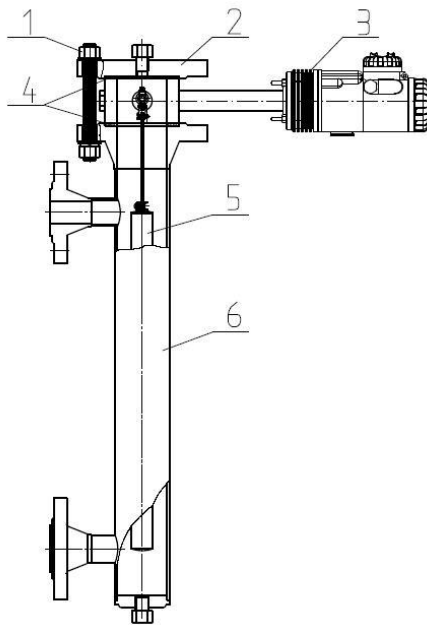

图 1 产品结构
2.1 产品主要结构-图 1
6.2.1 安装测量室时，外筒侧法兰轴线必须垂直于水平面（图 5），如果 ZTD 智能浮筒发讯器与其余零件是分体包装的，则按图 1 所示各零件位置安装，如果已经整体安装，则按 6.3.5 操作。